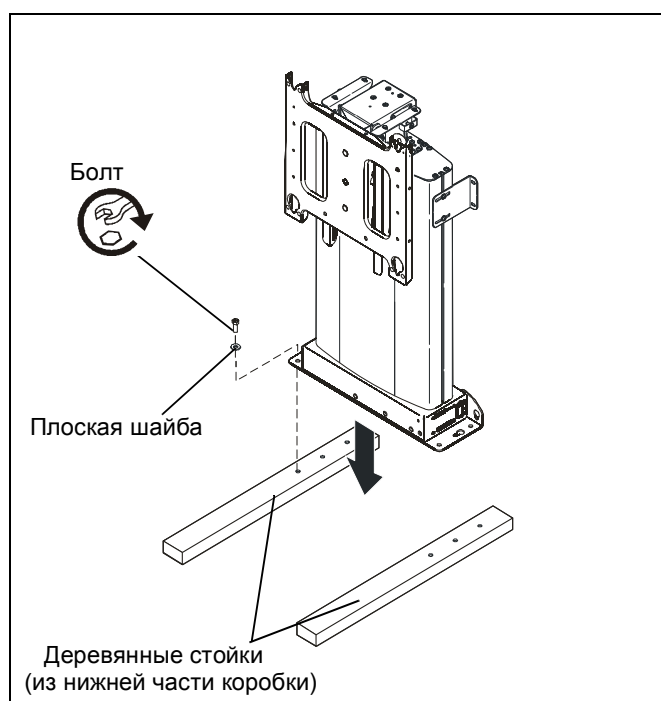

рис. 1
3. Положите две деревянные стойки на пол и выполните монтаж устройства к стойкам с использованием четырех плоских шайб 5/16" и четырех болтов 5/16" x 2 1/2" (поставляются с оборудованием). (см. рис. 1)